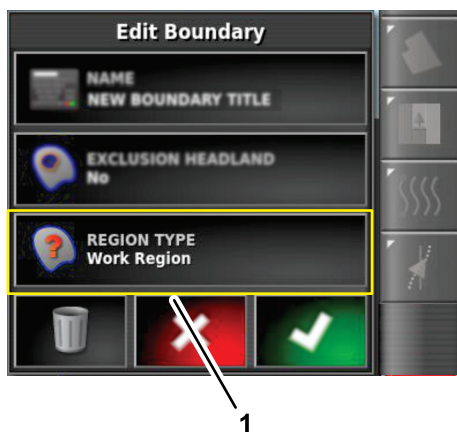

Figura 59
1. Nella finestra di dialogo Modifica confini, premete l'icona TIPO DI REGIONE (Figura 59).